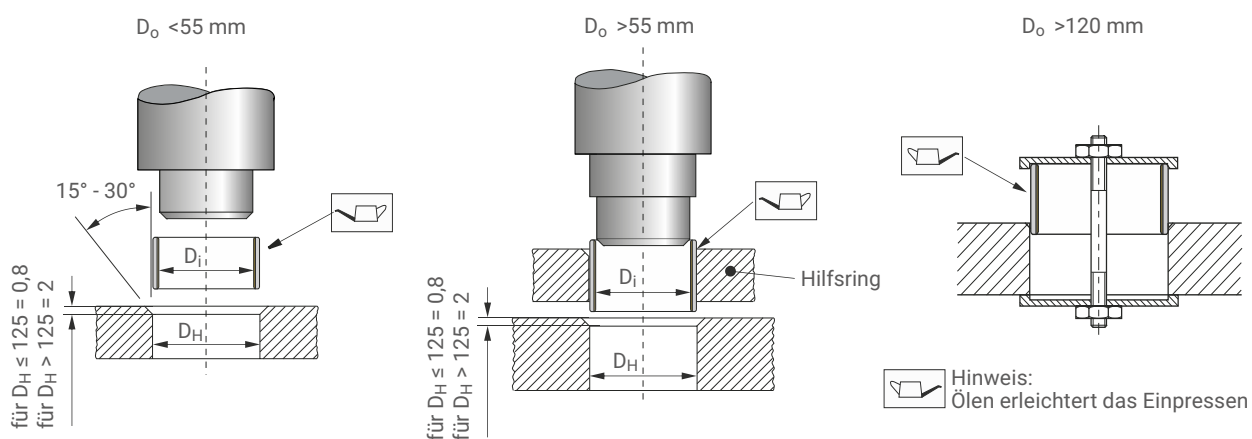

Abb. 26: Buchsen einpressen
- Buchsenaußendurchmesser <55 mm: Montage mit Stufendorn (einsatzgehärteter C-Stahl) siehe Abb. 26
- Gehäusedurchmesser gemäß den Empfehlungen (siehe Abb. 26) fertigen